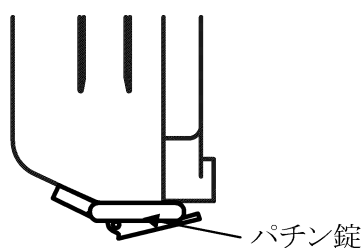

図2-1 カバーのはずし方
(1) カバーのはずし方、付け方
- ・ カバーをはずす際は、図2-1のパチン錠を下方方向に引き、カバーを開いて上側に持ち上げ、ケースの上側のツメからはずしてカバーを分離してください。